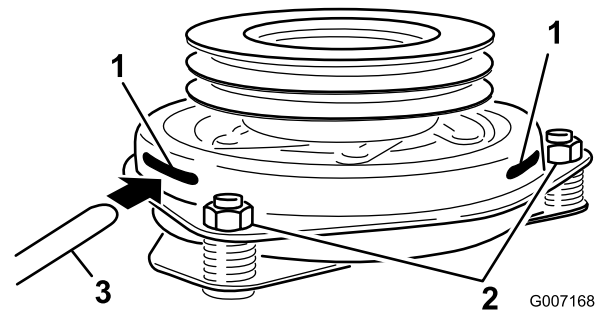

Bild 63
8. Stecken Sie eine 0,381 bis 0,533 mm Fühlerlehre durch einen Prüfschlitz in die Seite der Baugruppe. Stellen Sie sicher, dass die Lehre zwischen dem Anschlussstück und den Rotorabtrieboberflächen ist (Bild 63).
9. Ziehen Sie die Sicherungsmuttern fest, bis die Fühlerlehre etwas fest sitzt, jedoch leicht bewegt werden kann (Bild 63).